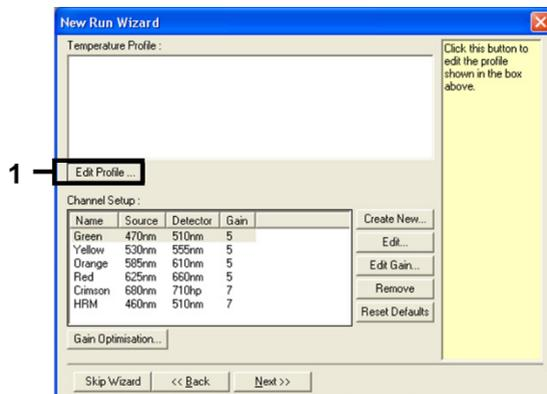

Abbildung 3. Bearbeiten des Profils.
5. Klicken Sie im Dialogfeld „New Run Wizard“ (Assistent für neue Läufe) auf Edit Profile (Profil bearbeiten) (Abbildung 3) und überprüfen Sie wie in den folgenden Schritten beschriebene die Laufparameter.